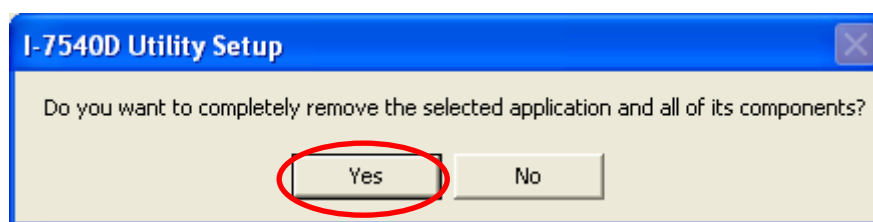

图 3-11: 点击「Yes」移除软件
Step 5: 点击「Yes」以移除软件，如图 3-11 所示。